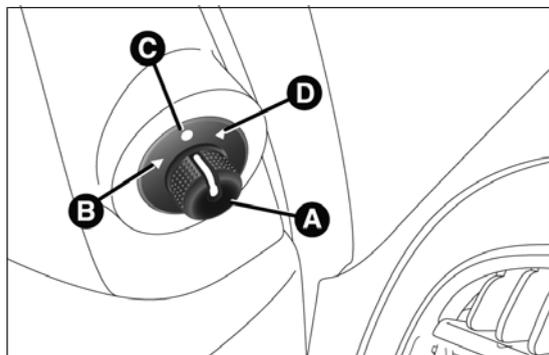

fig. 36
- à l'aide du dispositif A fig. 36 sélectionner le rétroviseur souhaité (droit ou gauche) ;